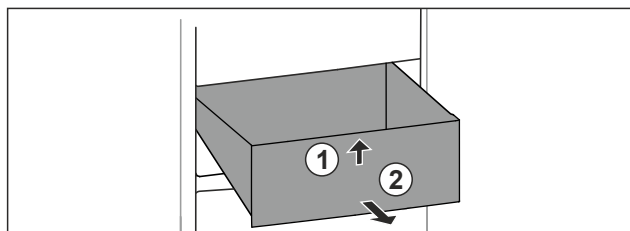

Fig. 114
- Unieść szufladę z przodu. Fig. 114 (1)
- Wyjąć szufladę do przodu. Fig. 114 (2)